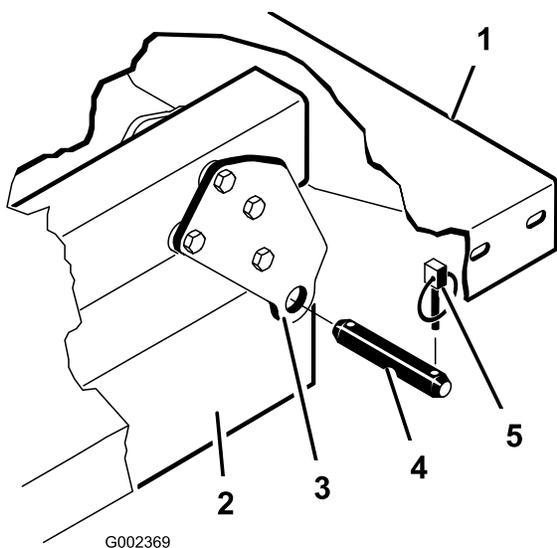

Рисунок 35
3. Удалите штифты с отверстием под шплинт, которые крепят концы штоков гидроцилиндров к монтажным плитам кузова, протолкнув штифты внутрь (Рисунок 35).
4. Выньте шплинты и штифты с отверстием под шплинт, которые крепят шарнирные кронштейны к швеллерам рамы (Рисунок 35).
Примечание: Убедитесь, что задние шарнирные плиты прикреплены болтами к раме/швеллеру кузова таким образом, что нижний конец расположен под углом к задней части (Рисунок 35).
2. Аккуратно установите кузов на раму автомобиля, совместив отверстия в задней шарнирной плите кузова с отверстиями в заднем швеллере рамы, и установите 2 штифта с отверстиями под шплинт и шплинты (Рисунок 35).
3. На опущенном кузове закрепите конец каждого штока гидроцилиндра в соответствующих пазах в монтажных плитах кузова с помощью штифта с отверстиями под шплинт и шплинта. Вставьте штифт с отверстиями под шплинт с наружной стороны кузова, при этом шплинт должен находиться снаружи (Рисунок 35). Задние пазы служат для монтажа полноразмерного кузова, а передние пазы - для монтажа кузова размером 2/3.